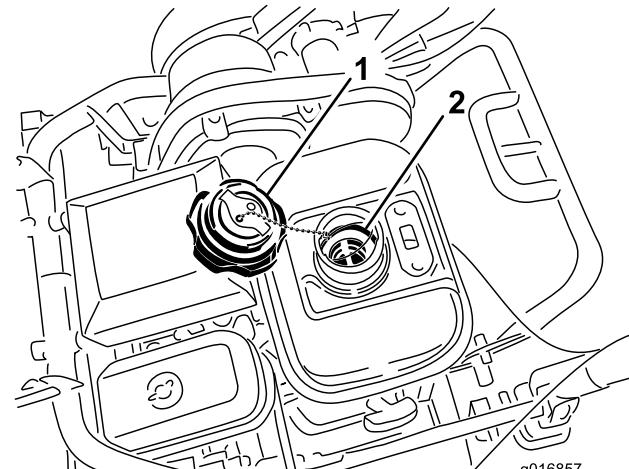

Bild 37
3. Schrauben Sie den Tankdeckel ab und entfernen ihn vom Kraftstofftank (Bild 37).